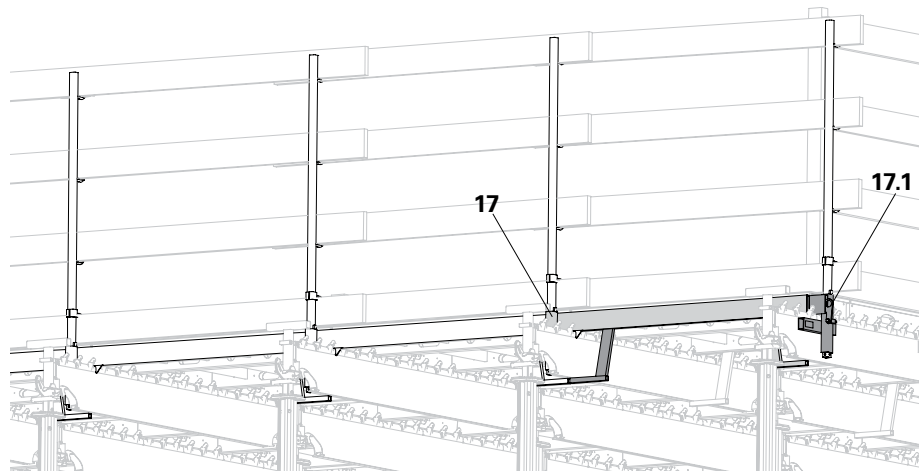
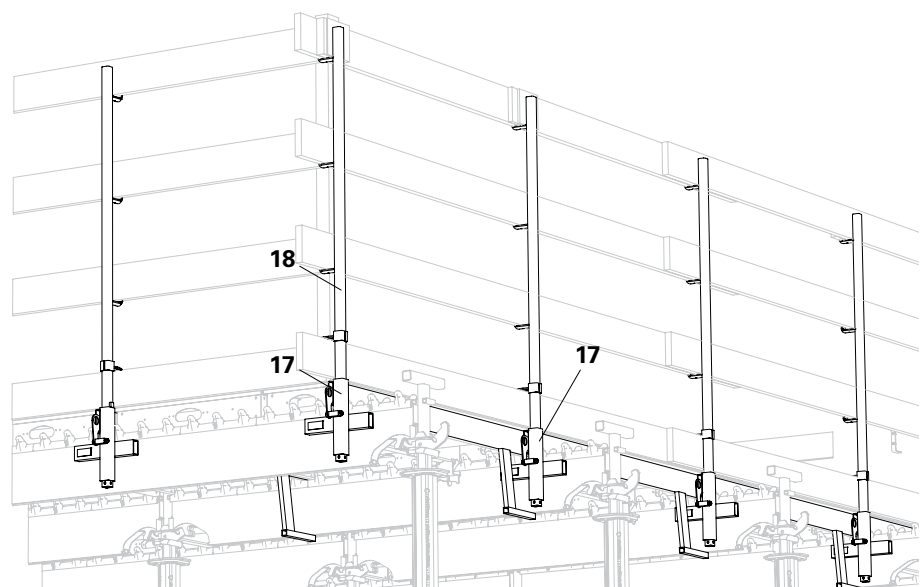

Fig. A8.09
Fig. A8.10
2. Montar todos os outros suportes de guarda-corpos (17) com o tubo a apontar para a direita. (Fig. A8.09) Os tubos sobrepõem o primeiro módulo.
3. Inserir os guarda-corpos (18).
4. Inserir as tábuas de guarda-corpos e fixar com pregos. (Fig. A8.10)